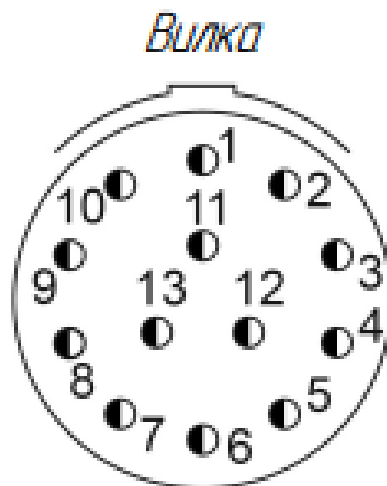

Рисунок 12 - Общий вид разъема (вилка) «АВАС24W1135PN» со стороны контактов
1.4.13 Подключение электрической части изделия МІС-170 (исполнение БЛИЖ421200.100.006) производится через разъем «АВАС24W1135PN» (см. Рисунок 12) комбинированным кабелем БЛИЖ.431583.011.527, входящим в комплект поставки изделия.